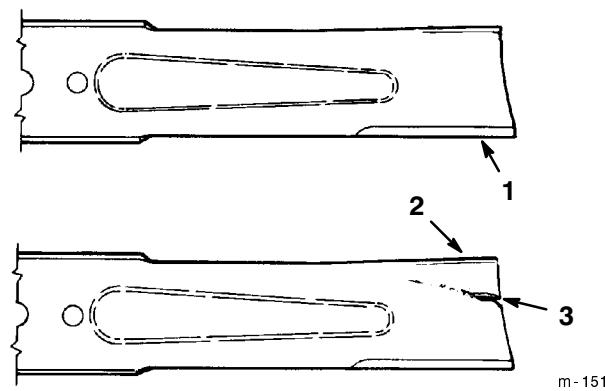

Figure 34
- Inspectez les arêtes des lames (Fig. 34). Si elles ne sont pas tranchantes ou si elles présentent des indentations, déposez et aiguisez les lames (voir Aiguiseage des lames, page 31).
- Inspectez les lames, surtout la partie incurvée (Fig. 34). Remplacez immédiatement toute lame endommagée, usée ou qui présente une entaille (Fig. 34).